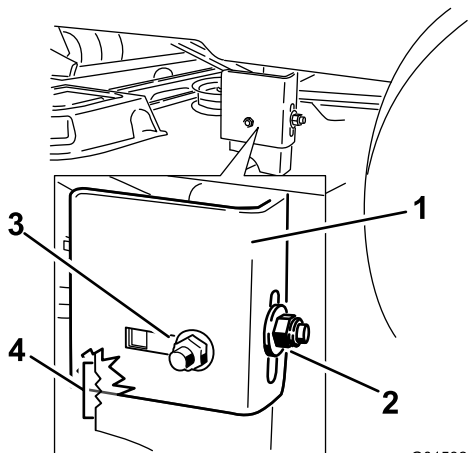

Figure 52
13. Arrêtez le plateau de coupe et vérifiez sa hauteur, puis serrez l'écrou de blocage arrière sur le support pour fixer cette nouvelle position (Figure 52).